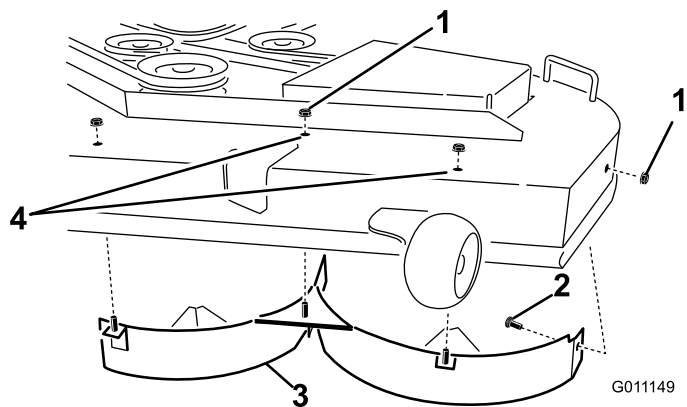

Bild 34
4. Entfernen Sie die drei Sicherungsmuttern (5/16"), mit denen die geschweißten Stäbe des linken Ablenklechs oben am Mähwerk in der Mitte, links von der Mitte und in den linken Stellungen befestigt sind (Bild 34).
5. Entfernen Sie die Schlossschraube und die Sicherungsmutter an der Seitenwand des Mähwerks, die das linke Ablenklech am Mähwerk befestigen (Bild 34).
6. Nehmen Sie das linke Ablenklech vom Mähwerk ab (Bild 34).
7. Suchen Sie die zwei Schrauben in den losen Teilen und setzen Sie diese Befestigungen mit den vorhandenen Sicherungsmuttern in die Löcher im Mähwerk ein, die in Bild 34 abgebildet sind, um das Herausschleudern von Rückständen zu vermeiden.